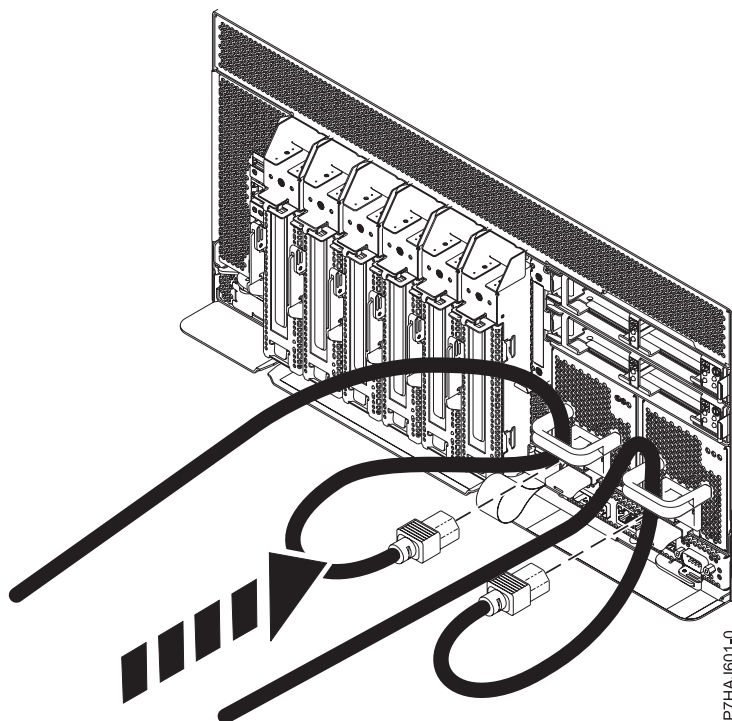

Figura 13. Conexión de los cables de alimentación
2. Vuelva a conectar el cable de alimentación a la unidad del sistema, como se muestra en la Figura 13 en la página 27. Asegúrese de pasar los cables por las asas.